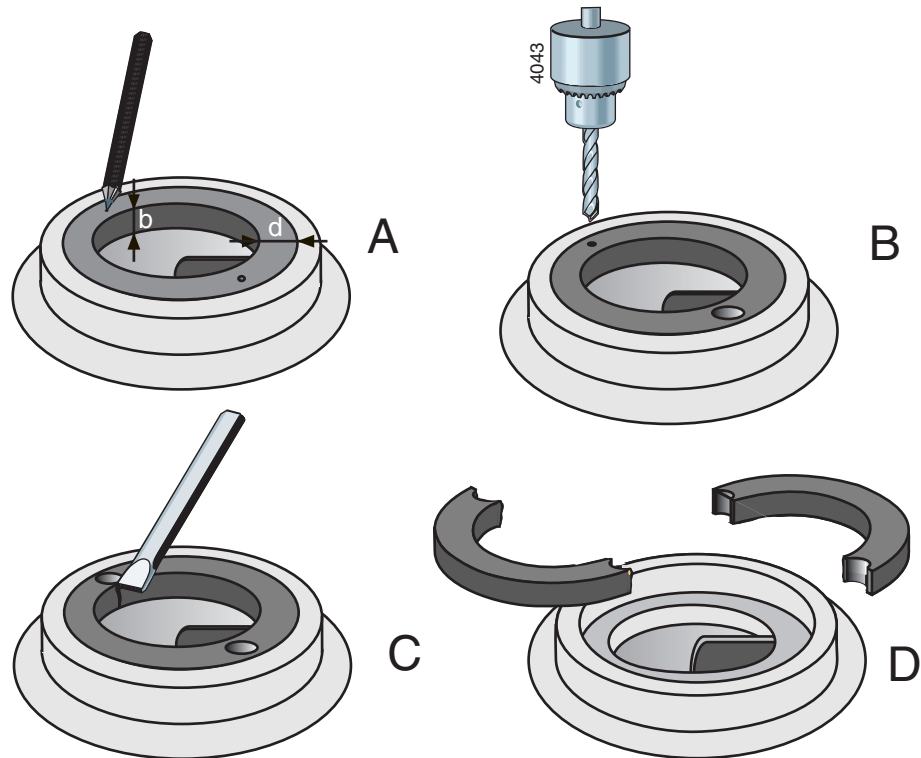

Abbildung 19: Entfernen des Spaltrings.
- 1 Die Dicke (d) und Breite (b) des Ringes messen, siehe Abbildung 19 A.
- 2 An zwei einander gegenüberliegenden Stellen in der Mitte des Rands des Ringes ein kleines Zentrierloch schlagen, siehe Abbildung 19 B.
- 3 Mit einem Bohrer mit einem etwas kleineren Durchmesser als die Dicke (d) des Ringes zwei Löcher in den Ring bohren, siehe Abbildung 19 C. Nicht tiefer als die Dicke (d) des Rings bohren. Achten Sie darauf, dass der Passrand des Pumpengehäuses nicht beschädigt wird.
- 4 Danach mit einem Meißel die restliche Ringdicke durchschlagen. Der Ring kann jetzt in zwei Teilen aus dem Pumpengehäuse herausgenommen werden, siehe Abbildung 19 D.